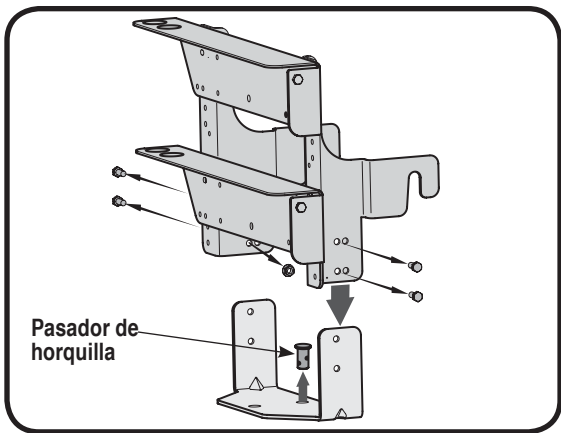

Figura 9
4. Retire el broche de horquilla y el pasador de horquilla de la parte posterior del conjunto del soporte de montaje. Vea la Figura 9.